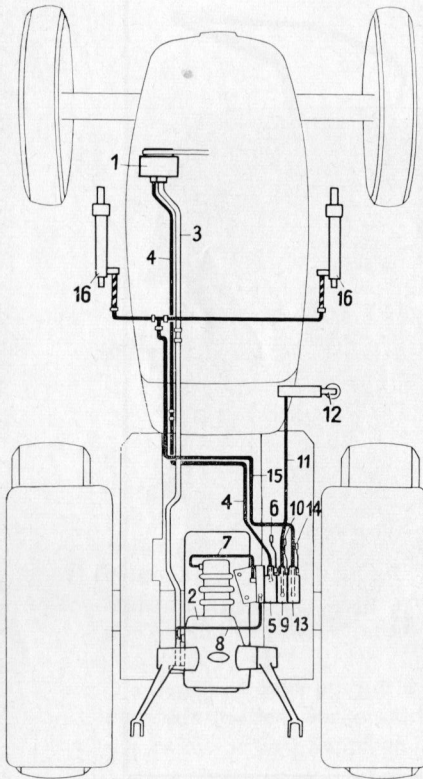

Bild 2
Rohre und Rohrverbindungen (s. Bild 2)
Wirkungsweise (hierzu siehe Bild 2): Während des Betriebes saugt die Pumpe (1) Öl aus dem im Heberblock (2) befindlichen Ölbehälter über die Saugleitung (3) an und fördert es über die Druckleitung (4) zum Steuergerät (5).